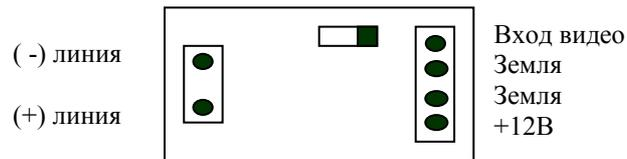
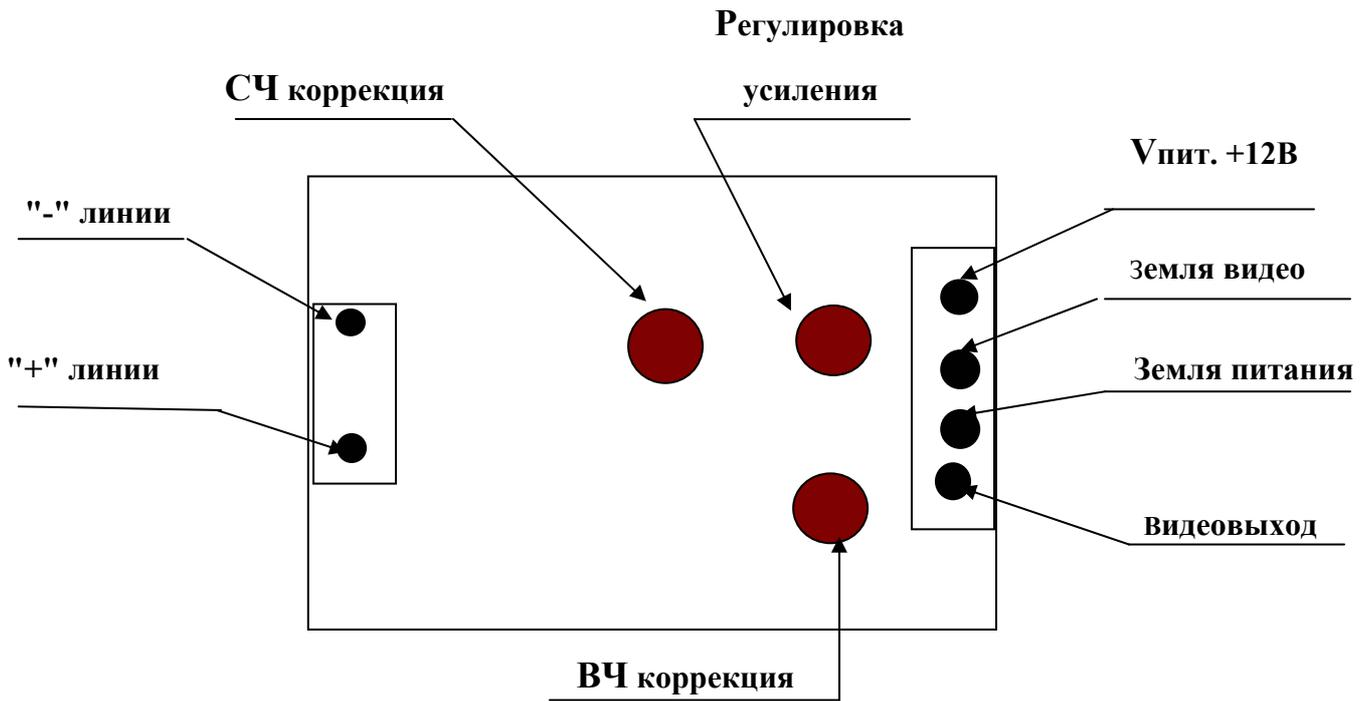

Рис. 1
Рис. 3
Ознакомьтесь с назначением клемм плат видеопередатчика СУ-1П(Г) на рис.1(2) и видеоприемника ДУ- 1П(Г) на рис.3(4). Клеммы на платах имеют надписи.
4.1 Выставьте коэффициент усиления на **передатчике** СУ-1П(Г) - см.рис.1 или 2.
4.3 В приемнике ДУ-П(Г) предусмотрена регулировка усиления и ВЧ, СЧ-коррекции видеосигнала подстроечными резисторами - см. рис.3 или 4.